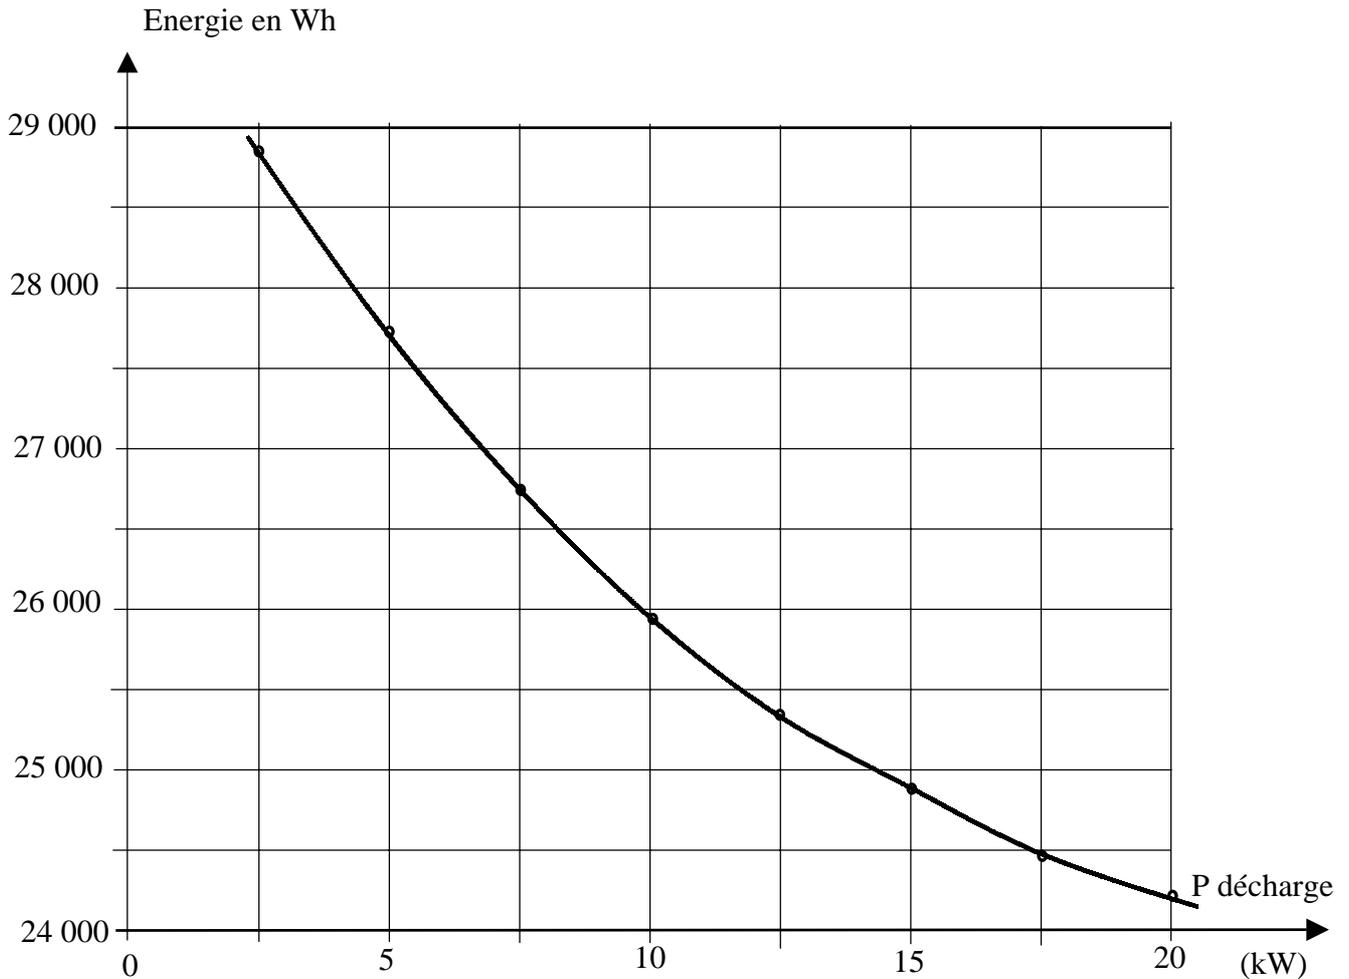

Figure B.1
L'énergie disponible dans la batterie dépend de la température et de la puissance qu'elle débite. La figure B.1 présente pour 23 °C la caractéristique de l'énergie (Wh) de la batterie en fonction de la puissance de décharge (à décharge constante).
- Q.B.6.** Calculer l'énergie disponible dans la batterie en fonction des vitesses de rotation du moteur de 4000 à 8000 t/mn (de 1000 en 1000) en utilisant la figure B.1. Présenter les résultats dans le tableau du document réponse **REP.B.1**.